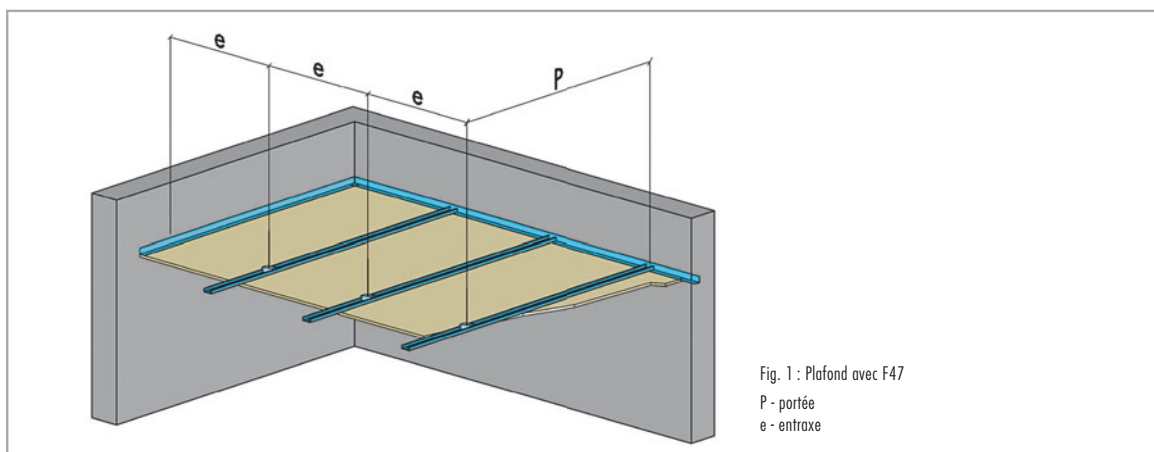

Fig. 1 : Plafond avec F47
- mise en place des suspentes suivant le type de support en nombre et écartement correspondant au montage choisi (fig. 1)